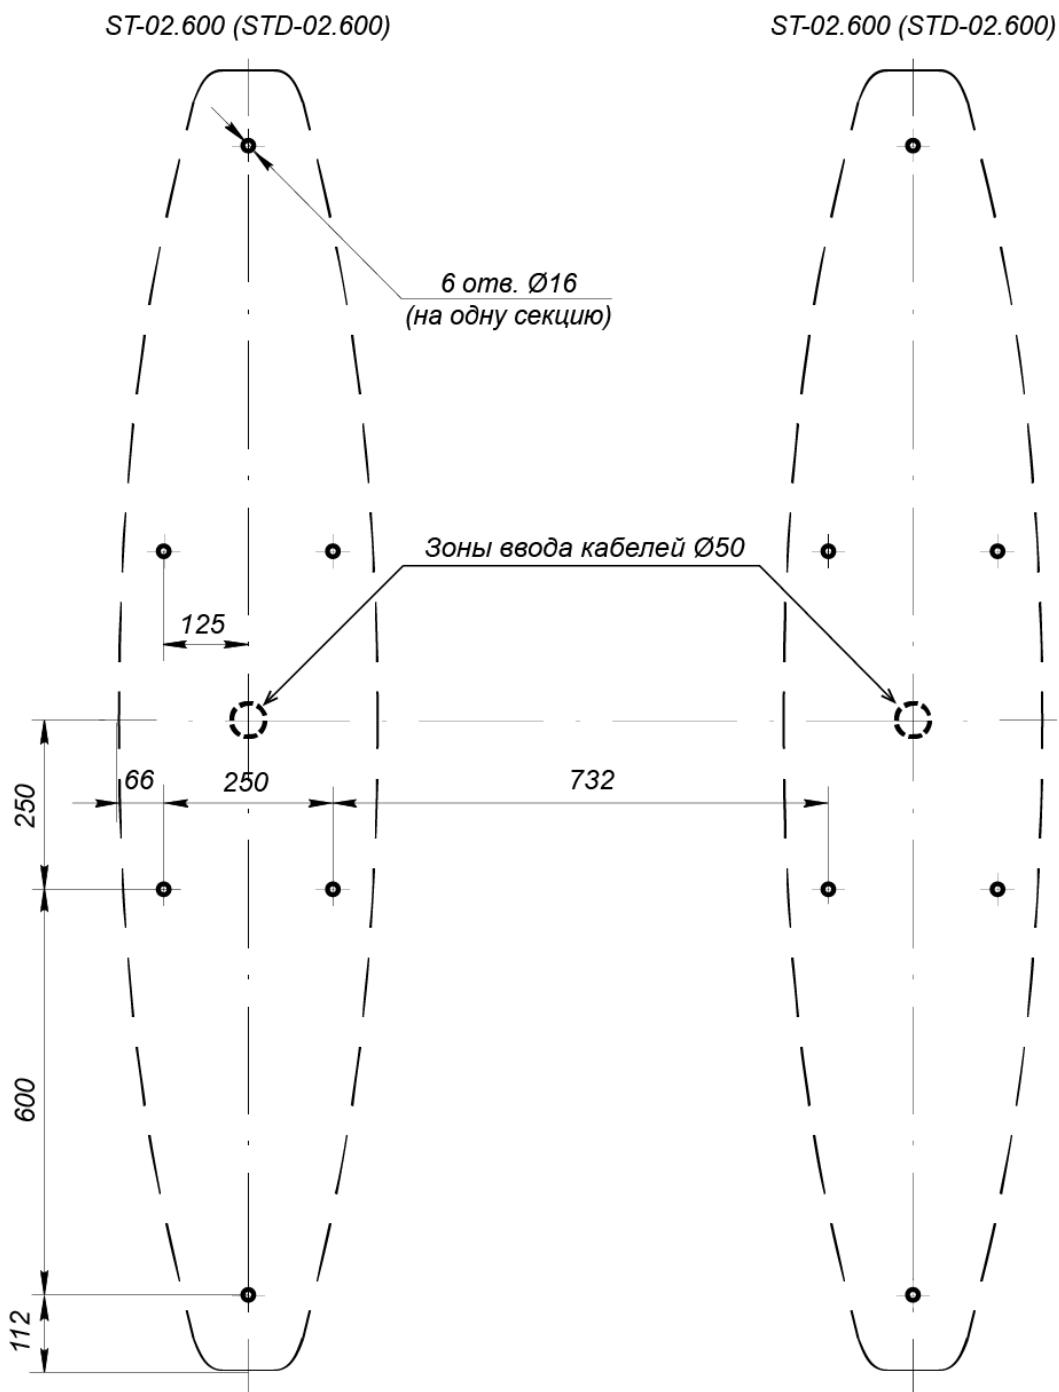

Рисунок 13. Схема разметки для монтажа секций турникета с шириной зоны прохода 600 мм (PERCo-ST-02.600, PERCo-STD-02.600)
2. Определите места установки секций *Master* и *Slave*, при необходимости – места установки двусторонних секций. При этом необходимо учитывать правило взаимного расположения секций: напротив створки секции (стороны двусторонней секции) *Master* всегда должна располагаться створка секции (стороны двусторонней секции) *Slave*. Для двухсторонней секции **PERCo-STD-02** сторона (*Master* или *Slave*) определяется с помощью наклеек, расположенных под боковыми панелями (6).
3. В соответствии со схемами, приведенными на рис. 13 – 15, и с учетом проекта проходной произведите разметку и разделку отверстий на установочной поверхности под гильзы анкеров для крепления секций турникета и двусторонних секций. Для разделки отверстий используйте сверло твердосплавное.